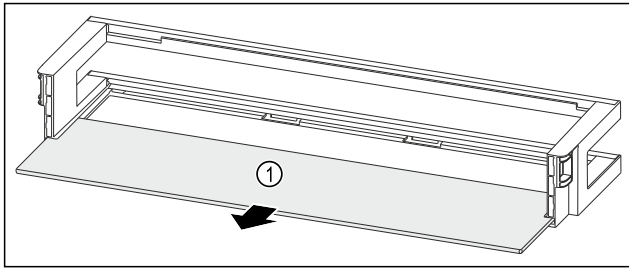

Fig. 163 Dørhulle med oppstillingsplass
- ▶ Fjern oppstillingsplassen Fig. 163 (1).